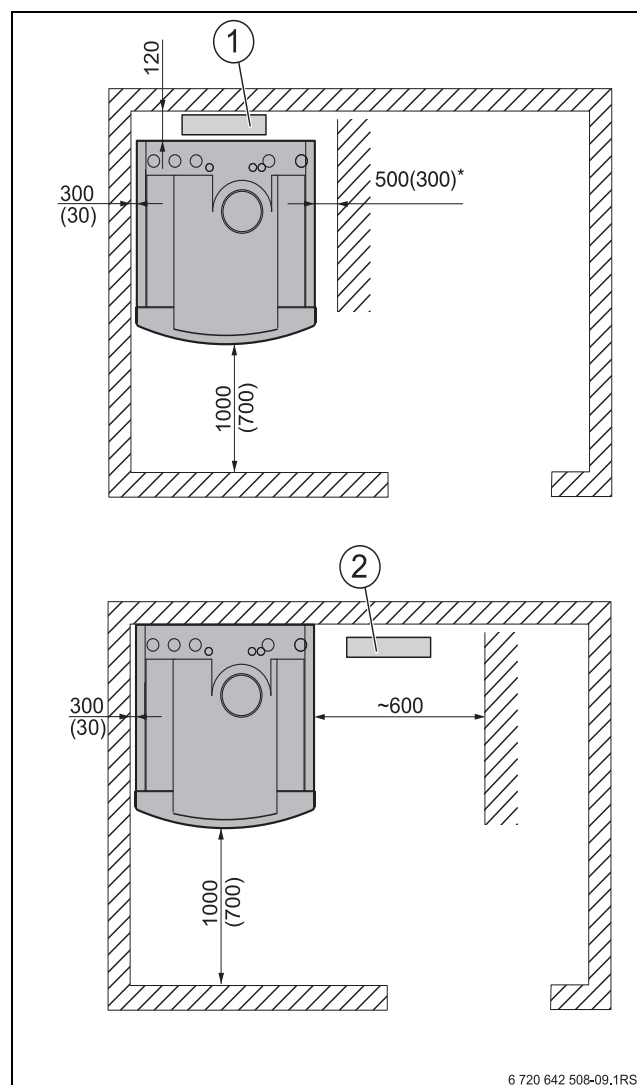

Bild 20 Empfohlene Wandabstandsmaße, in Klammern Mindestwandabstandsmaße (in mm)
- Mindesthöhe (→ Tabelle 4, Seite 9) und die Mindestwandabstände im Aufstellraum (→ Bild 20) einhalten.